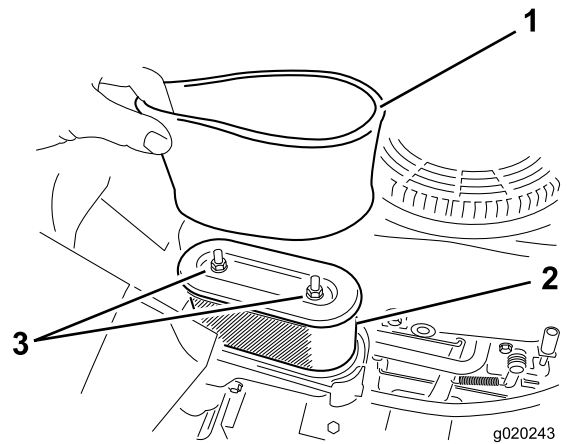

Figura 38
5. Rimuovete con cautela gli elementi del filtro in schiuma sintetica e di carta dal vano del filtro dell'aria (Figura 38).
Nota: Se è molto sporco, sostituite l'elemento di carta (Figura 38).
1. Installate il filtro di schiuma sul filtro di carta (Figura 38).